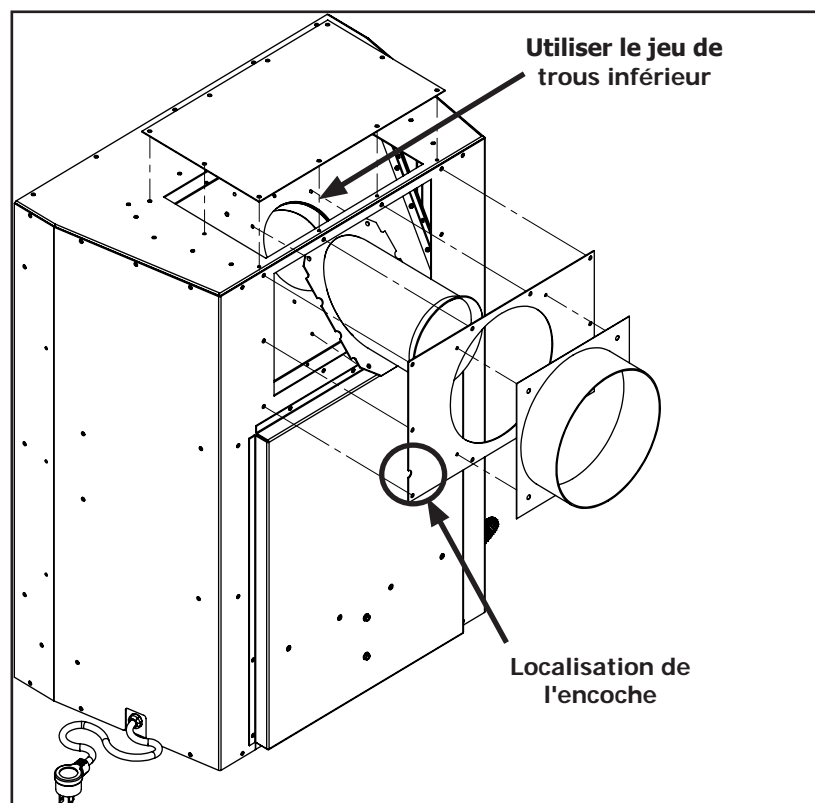

Figure 25: Conversion de ventilation – Étape 2
**Étape 2 :** inversez les pièces retirées comme indiqué sur la figure 25 et réinstallez les 28 vis. Pour installer correctement la plaque de base, conservez l'encoche de positionnement de chaque côté en bas. Notez également que le robinet d'échappement utilise un ensemble de trous inférieurs lorsqu'il est configuré comme événement arrière.